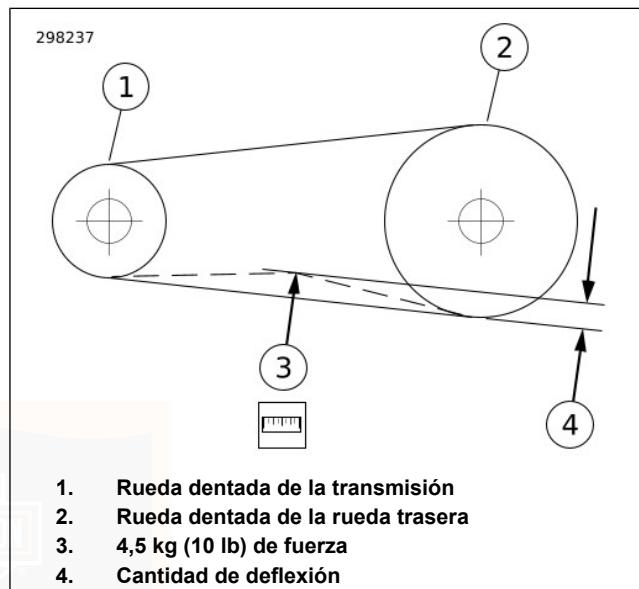

Figura 58. Comprobación de la deflexión de la correa
- Todos los demás modelos:** Vea Figura 58. Mida la deflexión de la correa (4) mientras sostiene firmemente el indicador.